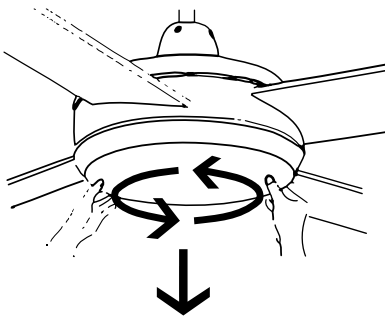

Fig. 6
2. Girare in senso antiorario per rimuovere il paralume della lampada. Vedi **fig. 6**. Rimuovere la lampadina tenendola saldamente e ruotando in senso antiorario.